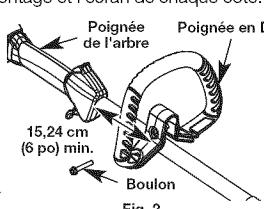

Fig. 2
- Poussez la poignée en D vers le bas, sur la rallonge (Fig. 2), de sorte que le trou du boulon de fixation de la poignée en D se trouve sur la droite.
- Tenez l'appareil en position d'utilisation (Fig. 2), puis positionnez la poignée en D de manière à assurer une prise idéale. Placez-la à au moins 6 po (15,24 cm) de l'extrémité de la prise de l'arbre.
- Serrez le boulon de fixation jusqu'à ce que la poignée en D soit bien fixée. (Fig. 2)